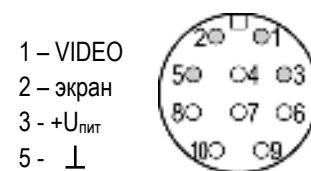

Рис.1 Распайка розетки РС-10 (вид со стороны распайки проводников)
1. Распаять ответную часть разъёма РС-10 согласно требованиям к электромонтажу в соответствии с рис.1. После распайки заполнить разъём герметиком.